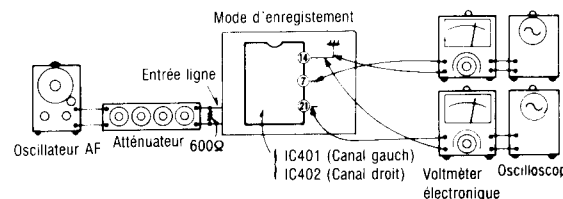

Fig. 18
- A ce moment, vérifier que le segment 0 dB s'obscurcisse (luminosité intermédiaire entre pleine luminosité et extinction: voir Fig. 18).
- Brancher les appareils comme indiqué dans la Fig. 18.